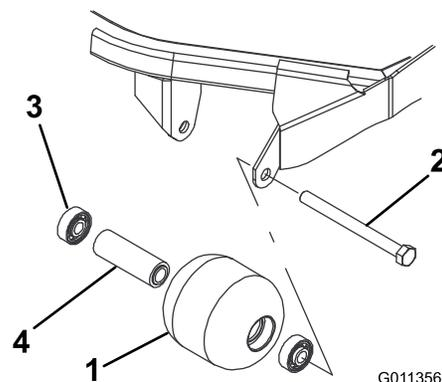

Figura 86
1. Retire el perno de montaje del rodillo (Figura 86).
4. Inspeccione el alojamiento del rodillo, los cojinetes, y el espaciador del cojinete (Figura 86). Cambie cualquier componente dañado y vuelva a montar el conjunto.
1. Introduzca a presión el primer cojinete en el alojamiento del rodillo (Figura 86). Haga presión solamente sobre el anillo de rodadura exterior, o de forma igual sobre el anillo exterior y el interior.
2. Introduzca el espaciador (Figura 86).
3. Introduzca a presión el segundo cojinete en el alojamiento del rodillo (Figura 86) haciendo presión igualmente sobre el anillo de rodadura interior y el exterior hasta que el anillo de rodadura interior entre en contacto con el espaciador.